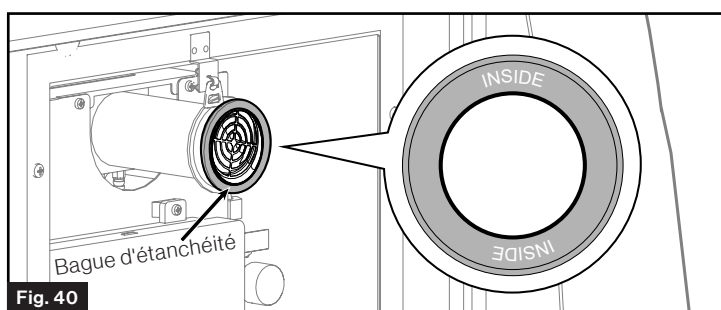

Fig. 40
12. Une bague d'étanchéité est fixé sur la cheminée. (Fig. 40). Inspectez pour vous assurer que le sceau ne présente aucune fissure ou déchirure et qu'il est en bon état. Prenez contact avec Furrion pour le remplacement.